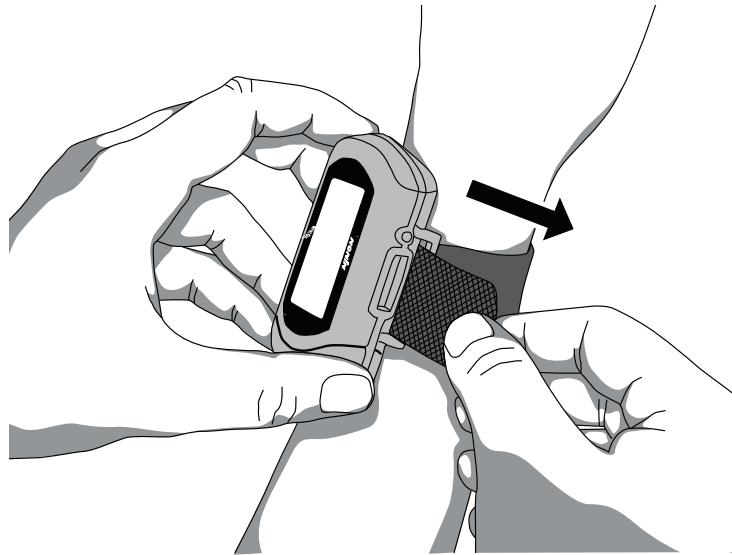

Figure 19: Serrage de la bande unique
4. Passez la bande par l'attache bracelet et tirez la jusqu'à ce que l'appareil s'ajuste confortablement sur le poignet (figure 19).